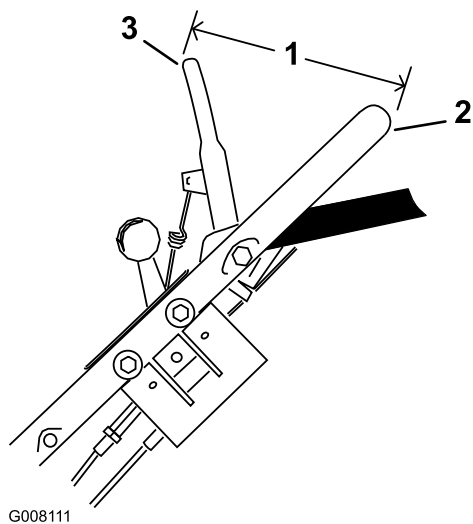

Figura 30
6. Sujete la barra de control de manera que la parte exterior de la misma quede a 14 cm de la parte exterior del manillar, y tire del cable para eliminar la holgura, pero no tense el muelle (Figura 30).